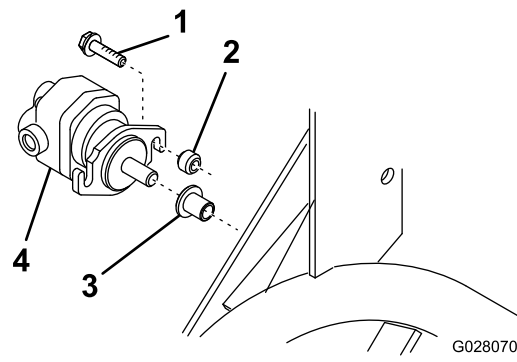

Figure 10
C. Utilisez la bride du moteur de cylindre pour vous aider à la positionner comme montré à la Figure 10, puis percez un trou de 8,75 mm de diamètre sur la ligne tracée à l'opération A.
B. Insérez l'arbre cannelé du moteur de cylindre dans le tube de rangement sur le cadre (Figure 10).